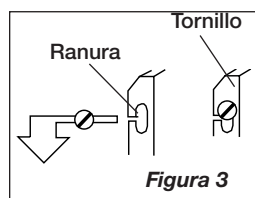

Figura 3
- Instale el Ventilador en la ventana enganchando las Ranuras en los Tornillos en el marco de la ventana. Deslice el Ventilador hacia abajo en los Tornillos hasta que descance sobre la parte inferior del marco. (Figura 3)